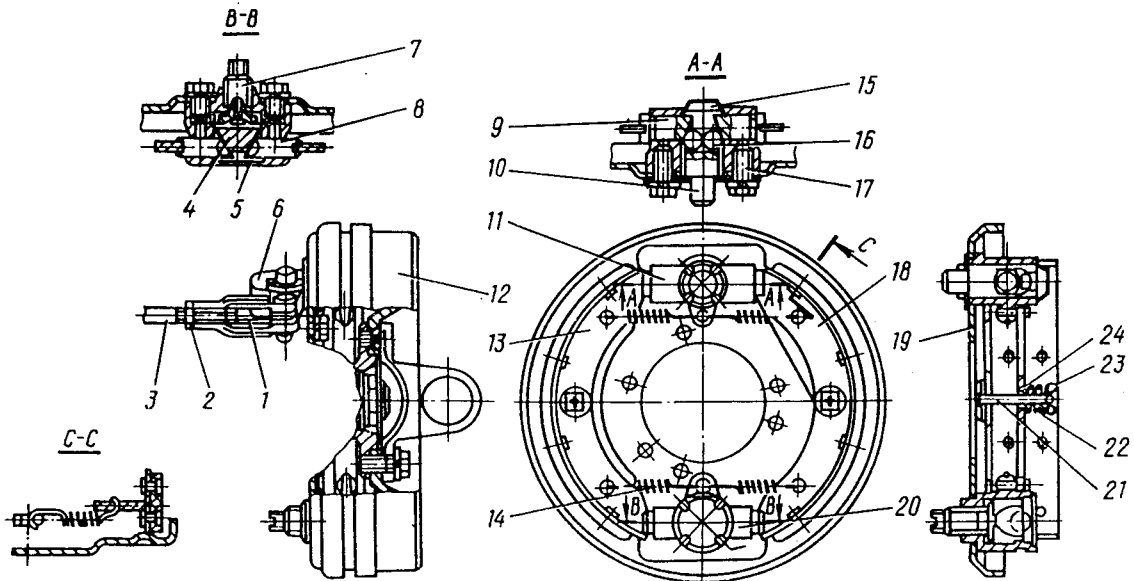

Bild 181. Feststellbremse:
4. Einstellschraube 7 (Bild 181) derart einschrauben, daß sich die Bremstrommel nicht von Hand durchdrehen läßt.